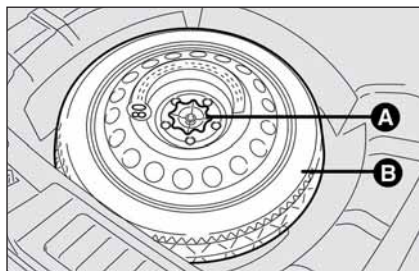

fig. 12
- ☐ ponga la rueda de repuesto (más pequeña que una rueda normal) **B-fig. 12** en el alojamiento específico del maletero y fíjela apretando el dispositivo de bloqueo **A-fig. 12**.